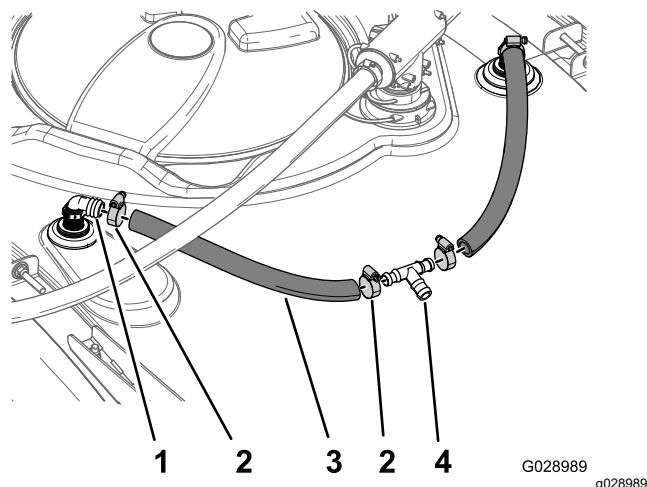

Figura 45
1. Montate un flessibile da 1,9 x 48,3 cm su ciascuno dei raccordi dentellati a 90° dei 2 ugelli di lavaggio (Figura 45).
2. Fissate i flessibili al raccordo dentellato a 90° con fascette stringitubo (Figura 45).
3. Inserite il raccordo a T dentellato nell'estremità libera di ciascun flessibile (Figura 45).
4. Allineate il raccordo a T dentellato in modo che il lato della dentellatura inferiore sia pari con il serbatoio dell'irroratrice e fissate i flessibili al raccordo a T con 2 fascette stringitubo (Figura 45).